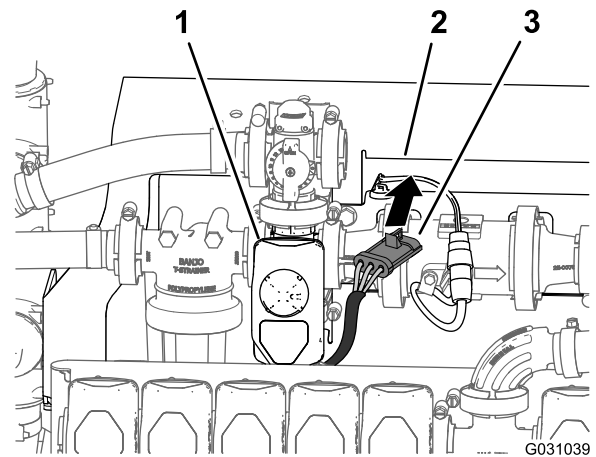

Figure 129
5. Acheminez le connecteur à 3 broches du faisceau de la vanne d'agitation vers l'avant du support de collecteur (Figure 129).